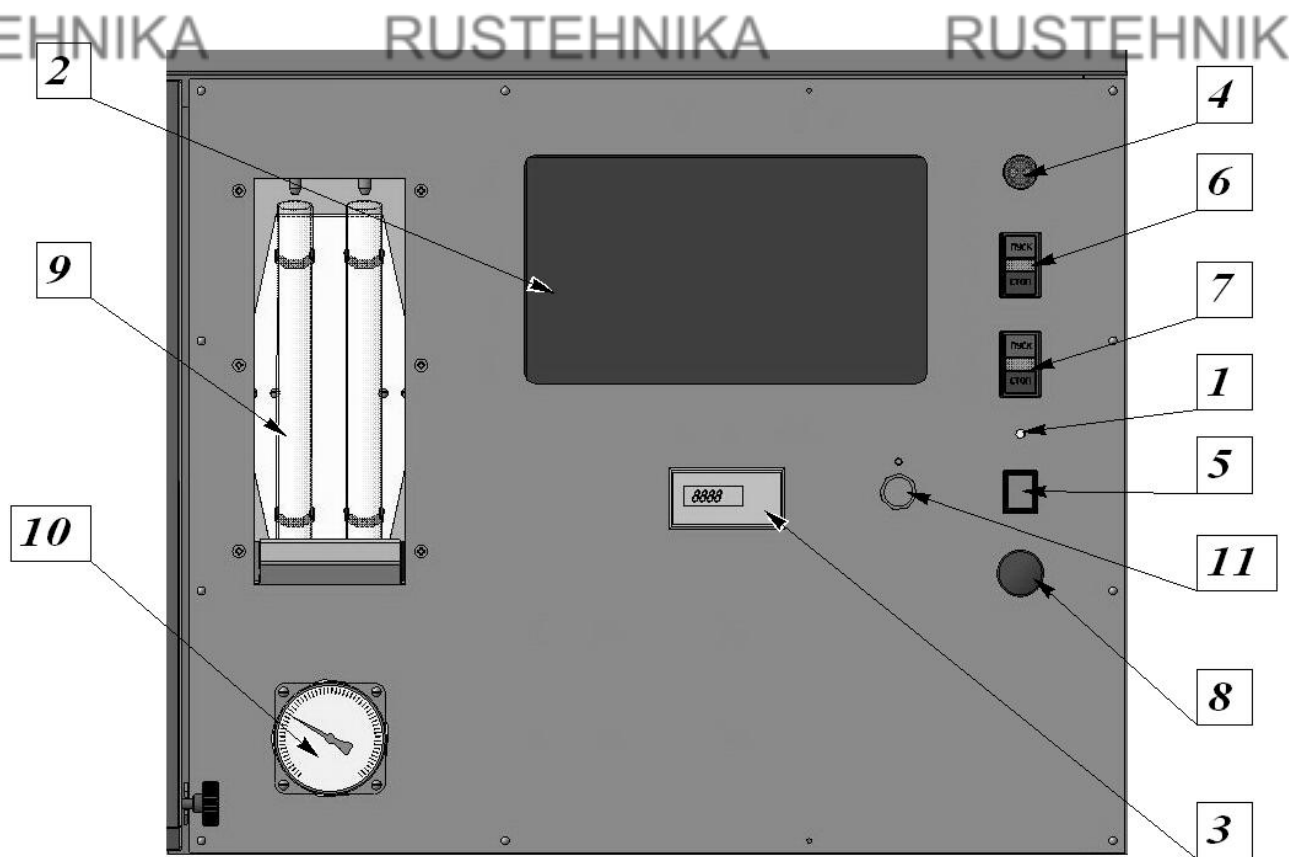

Рис.2 Приборная панель стенда М-108
10). Включение блока управления производится выключателем 5(рис.2), индикация включения лампочка 1(рис.2).
10.4 Состояние фильтра тонкой очистки контролировать по показаниям манометра10(рис.2), и способности станда поддерживать необходимое давление тестирования.